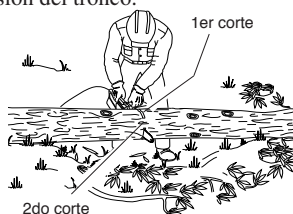

Figura 14 - Trozado del tronco apoyado sobre ambos extremos
1. Haga el primer corte del lado superior del tronco (vea la Figura 14). Atraviese 1/3 del diámetro del tronco. Este corte impedirá la producción de astillas en esta sección al completarse el corte.